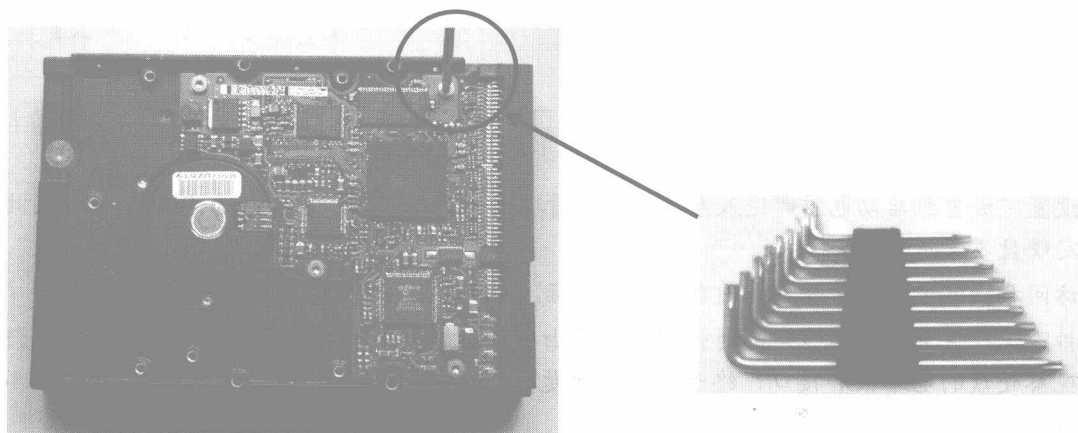

图 1-19
- ③⑪ 使用六角螺丝刀将待修硬盘电路板的螺丝拧下，如图 1-19 所示，然后使用热风枪将 IDE 断针后面的残留引脚拆焊，并用镊子或钳子从接口后面将其拔出。